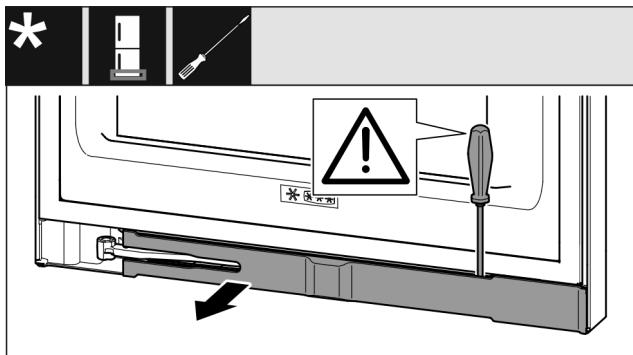

Fig. 14
- ▶ 使用带槽螺丝刀松开隔板并把它转到一边 Fig. 14 ()。